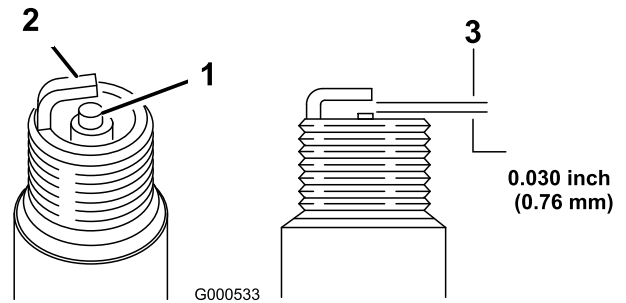

Figura 27
5. Fije el hueco entre los electrodos en 0,76 mm (Figura 27).